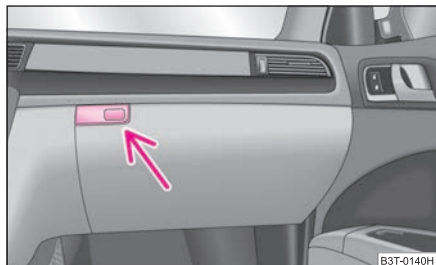

Fig. 91 Tablero de instrumentos: portaobjetos en el lado del acompañante
- Presione la tecla ⇒ fig. 91 - la tapa se abatirá hacia abajo.